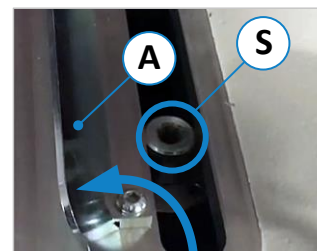

Abbildung 61: Klemmschrauben
- **Typ 216** → beide Klemmhebel (3) und (6) anbringen und festziehen, um den Anschlag zu fixieren.
- **Typ 204** → Klemmschrauben (siehe ⇒ Abbildung 61) montieren und zum Fixieren Schnellspannhebel (3) und (6) festziehen.
- Schnellspannhebel (3) und (6) nur lösen (nicht entfernen!)
- Die beiden Abdeckungen (A) links und rechts vom Anschlag (siehe ⇒ Abbildung 61) nach oben klappen.
- Dann die beiden Klemmschrauben (S) entfernen (komplett herausdrehen).